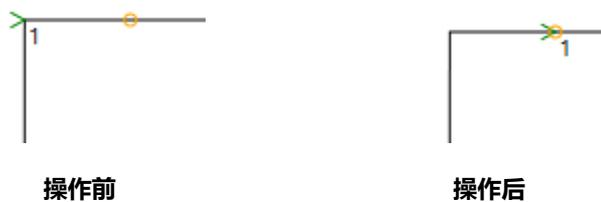

图 5.6.4c 起缝点设置示意
②点击设定起缝点后，起缝点位置发生改变，如图 5.6.4c 所示。